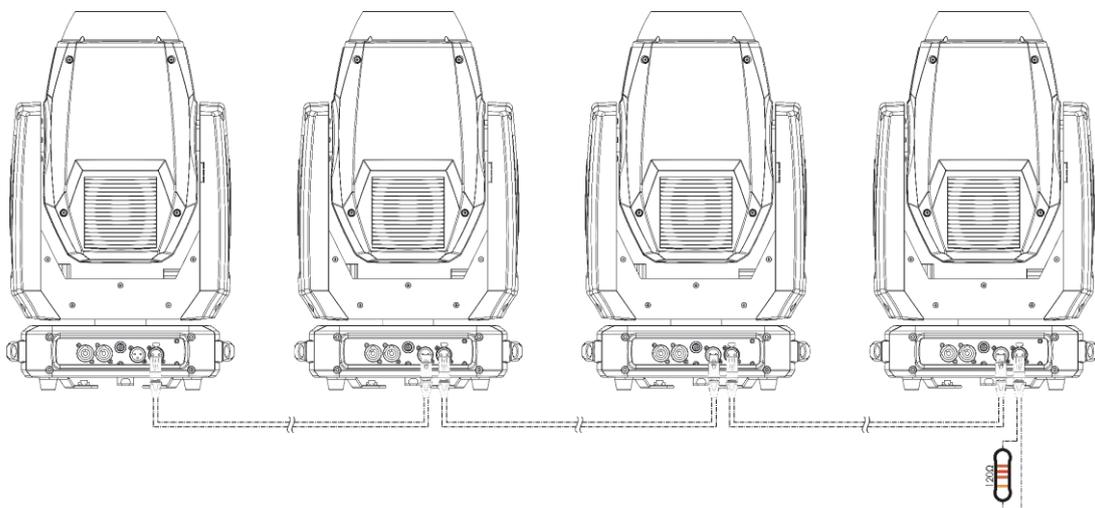

Fig. 09
- 02) Ripetere il passaggio 1 per collegare tutti i dispositivi come indicato nella Fig. 09. Il primo dispositivo connesso verrà riconosciuto automaticamente come dispositivo master.